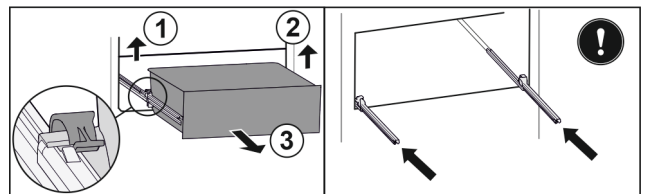

Fig. 199
- Linke Klemme anheben und gleichzeitig Schubfach links nach vorne ziehen. Fig. 199 (1)
- Rechte Klemme anheben und gleichzeitig Schubfach rechts nach vorne ziehen. Fig. 199 (2)
- Schubfach nach vorne entnehmen. Fig. 199 (3)